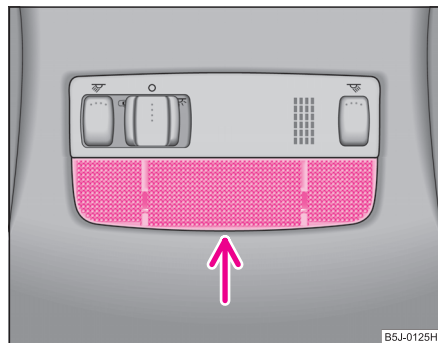

Fig. 188 Demontarea lămpii din interior
- Trageți geamul lămpii în jos (vezi săgeata) de pe carcasă ⇒ fig. 188.